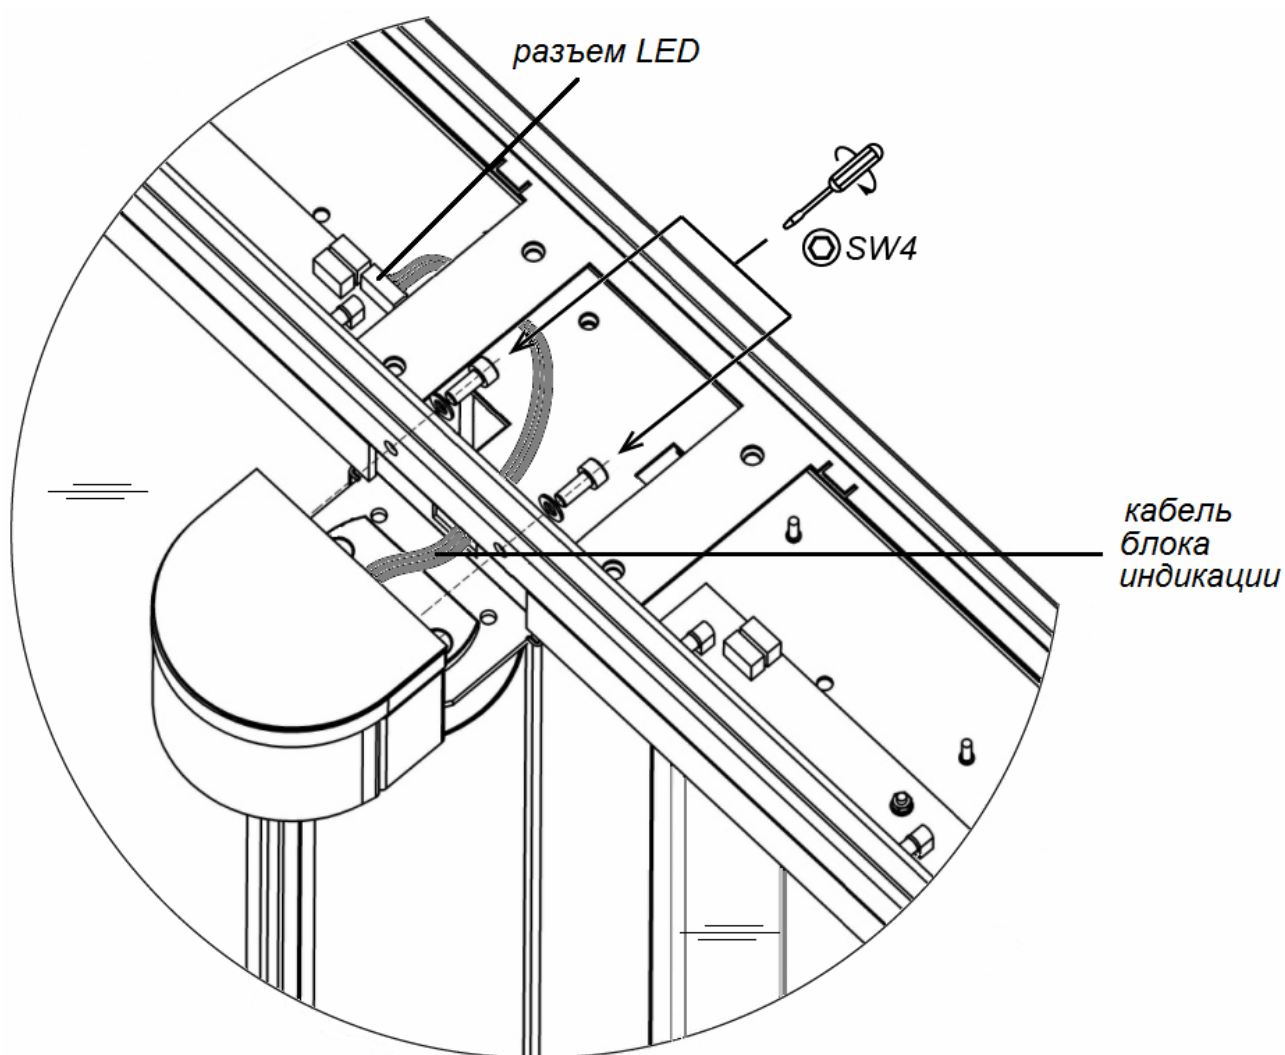

Рисунок 24. Монтаж блока индикации центральной стойки
Для установки блока индикации центральной стойки (3) (см. рис. 24):
3. Установите блок индикации на площадку, расположенную над поворотной опорой створки, и при помощи шестигранного ключа SW4 зафиксируйте его на верхнем коробе стойки (12), используя два винта M5×12 с шайбами из комплекта поставки.